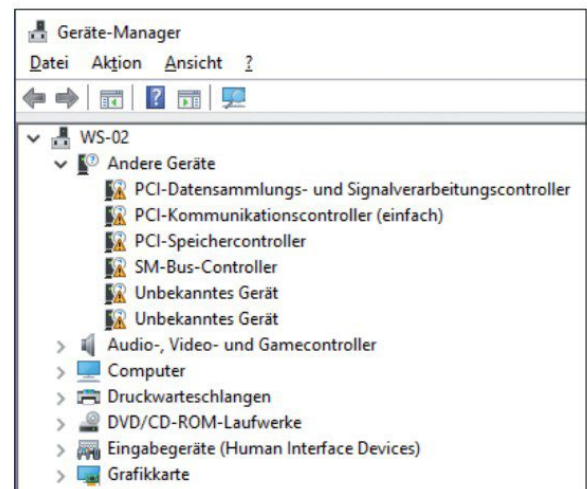

Bild 2: Geräte-Manager in Windows 10
1. Welche Bedeutung haben die Symbole mit dem Ausrufezeichen (**Bild 2**)?
2. Wie kann man Abhilfe schaffen, damit das Ausrufezeichen (**Bild 2**) nicht mehr angezeigt wird?
3. Beschreiben Sie die einzelnen Schritte bei der Installation eines Treibers aus dem Geräte-Manager (**Bild 2**).